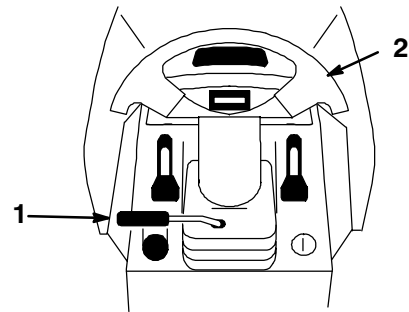

Bild 14
1. Heben Sie den Kipphebel, um die Verriegelung loszulassen (Bild 14).